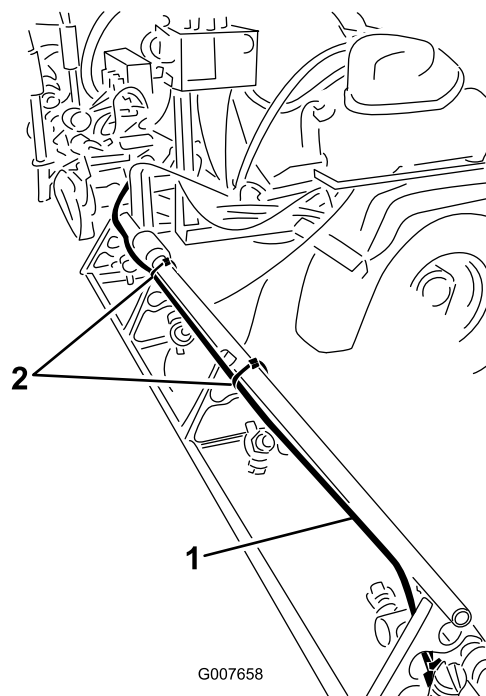

Figura 25
1. Retire las bridas que sujetan los tubos de líquido y aire del kit de marcador de espuma a la sección de brazo exterior (Figura 25).